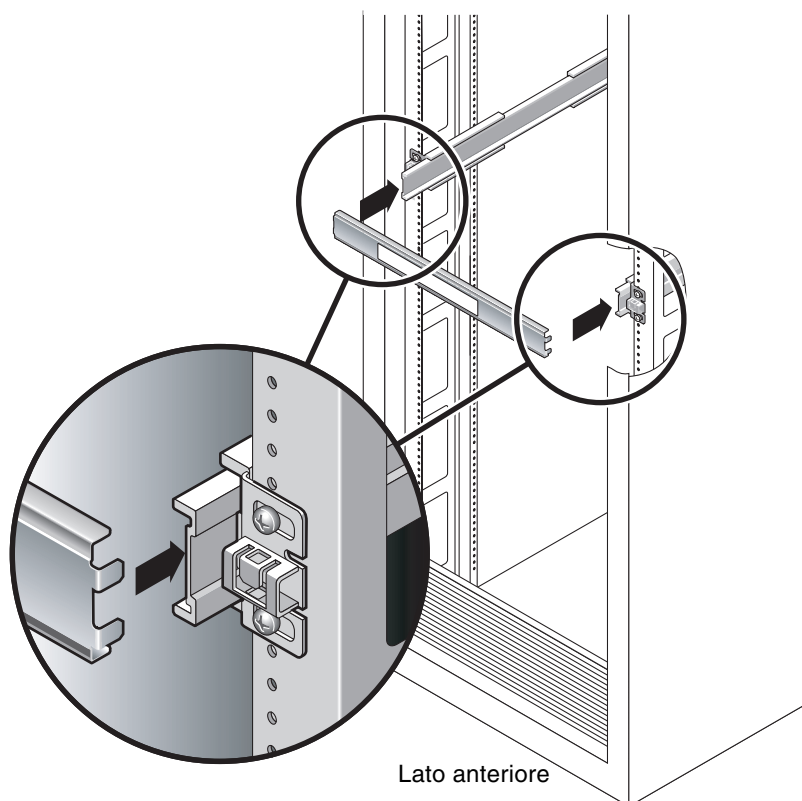

FIGURA 2-7 Utilizzo del distanziatore per regolare la distanza tra le guide
- a. Nella parte posteriore del rack, inserire il lato sinistro dello strumento nelle scanalature poste all'estremità della sezione centrale della guida (FIGURA 2-7).